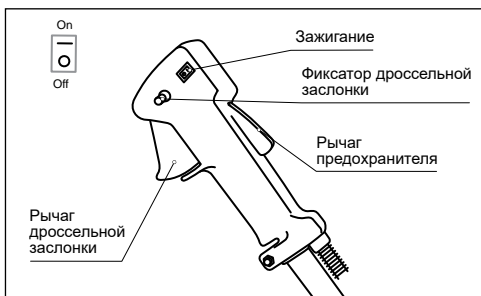

Рис. 13
2. Включите зажигание выключателем, расположенным на управляющей рукоятке (рис. 13).